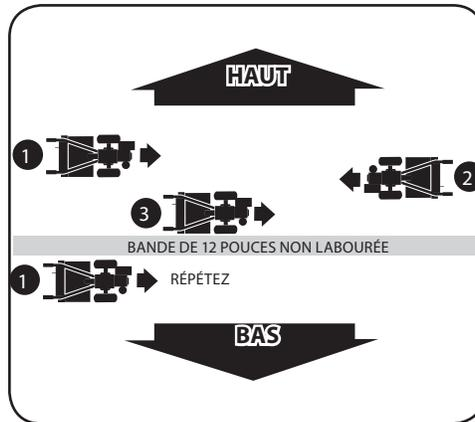

Figure 4-8
- Pour créer une terrasse, commencez à travailler au sommet de la pente en progressant vers le bas. Travaillez d'une extrémité à l'autre de la première rangée. Voir Figure 4-8.